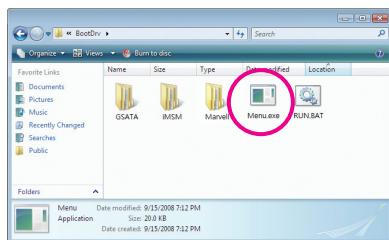

図4
- 2: 光学ドライブフォルダから、BootDrvフォルダの **Menu.exe** ファイルをダブルクリックします（図4）。図5のようなコマンドプロンプトウインドウが開きます。